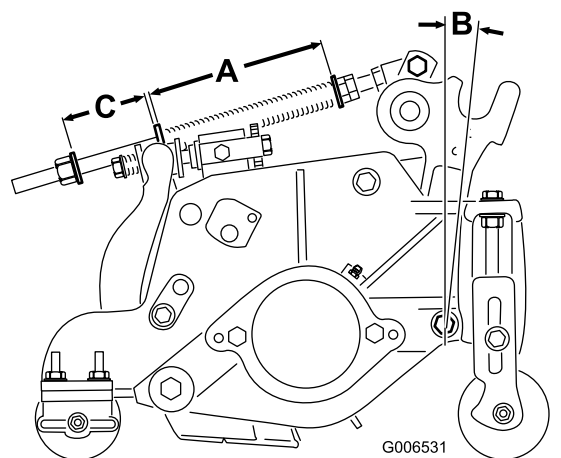

Figure 21
Le ressort de compensation (Figure 21) transfère aussi le poids du rouleau avant au rouleau arrière. Cela évite la formation de "vagues" à la surface du gazon.
1. Serrez le contre-écrou à l'arrière de la tige de ressort jusqu'à obtenir un écartement (C) de 51 mm entre l'arrière du support du ressort et l'avant de la rondelle (Figure 21).
2. Serrez les écrous hex. sur l'extrémité avant de la tige de ressort jusqu'à ce que la longueur du ressort comprimé (A) soit égale à 15,9 cm (Figure 21).
Remarque: Lorsque vous tondez une surface gazonnée ondulée, augmentez la longueur du ressort comprimé (A) ainsi que la largeur de l'écartement (C) à 13 mm (Figure 21).